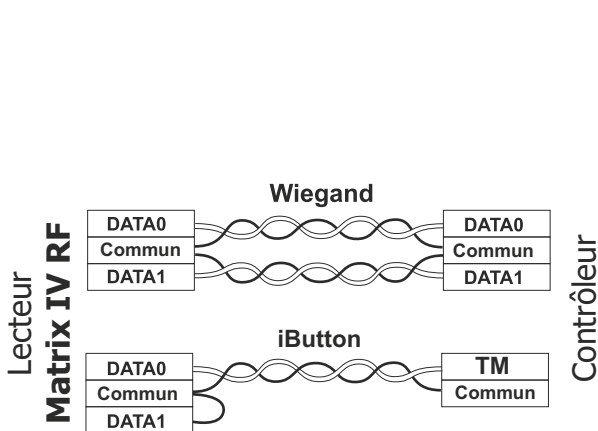

Fig. 2 Raccordement, choix du protocole de transmission du canal.
**Remarque :** afin d'assurer le fonctionnement à une distance spécifiée du contrôleur, il est nécessaire d'utiliser un câble UTP (ex. CAT5e), voir la Figure 2.